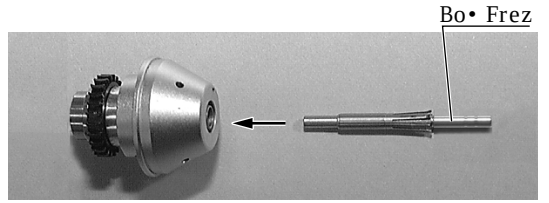

Fig.18
- (5) Yeni / veya temizlenmiş frez tutucusun yüzeyine ince bir kat yağ sürün ve yapay frez kullanarak rotor içerisine yerleştirin. (Fig.18)